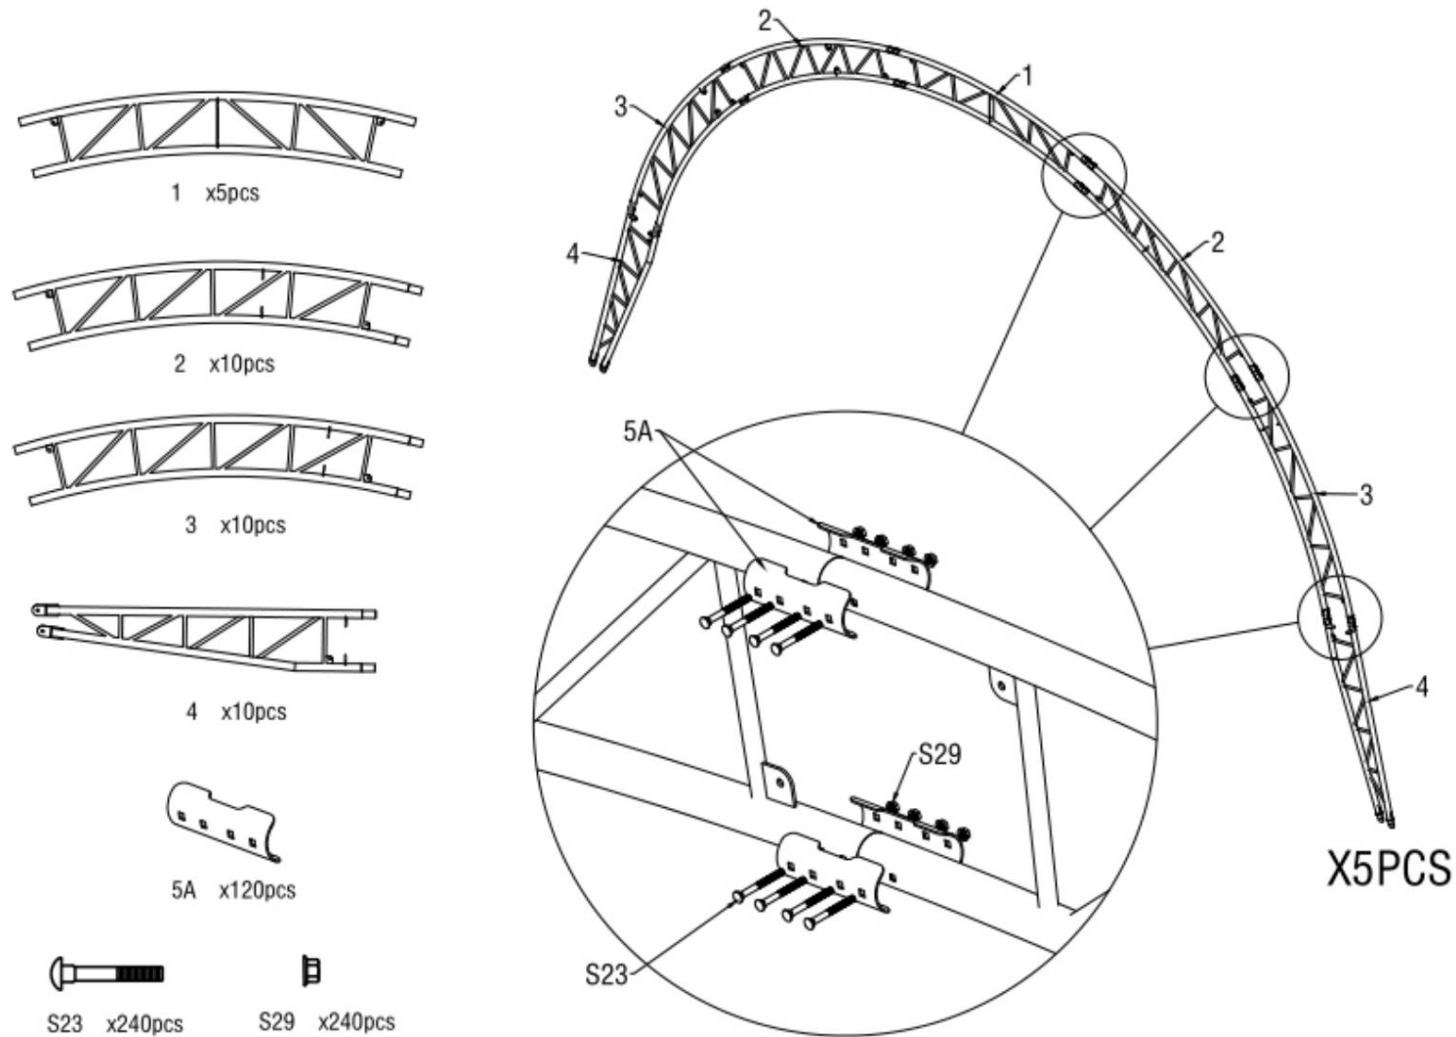

Figure 4
2. Comme illustré à la figure 4, repérez un tube de toit supérieur (n° 1), deux tubes courbés supérieurs (n° 2), deux tubes courbés centraux (n° 3) et deux tubes courbés inférieurs (n° 4).
Remarque : tube de toit supérieur, tube de courbure de toit et tube de courbure inférieur (n° 1A, 2A, 3A et 4A) qui sont soudés avec des plaques d'acier pour les portes avant et arrière sont différents de l'arcade moyenne. (Figure 4)